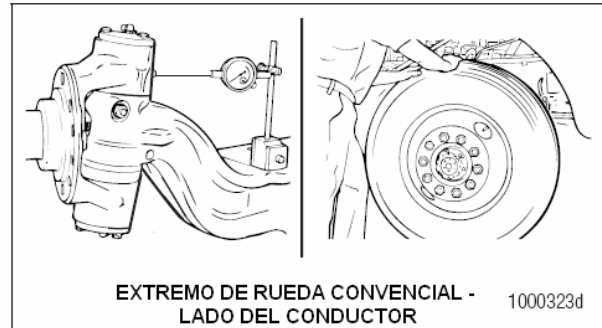
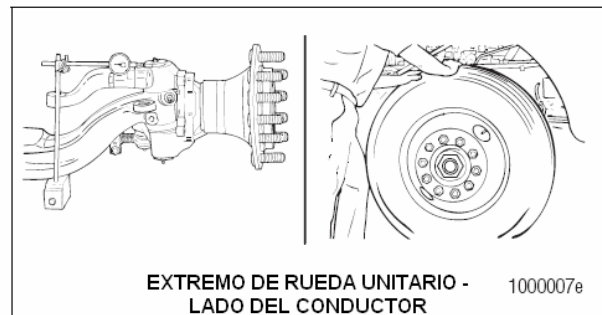
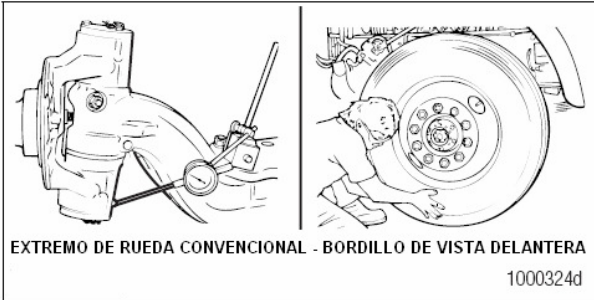
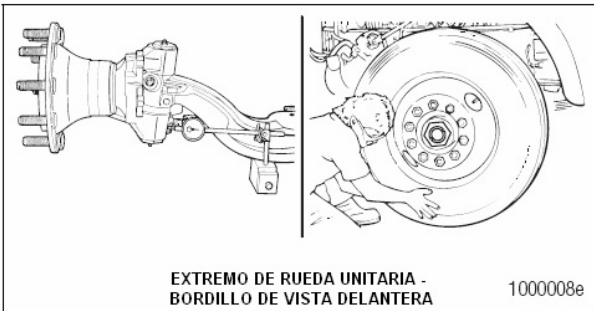

Figura 6.11
Figura 6.12
Figura 6.13
Figura 6.14
la viga-I y la punta contra el costado de la cima de la charnela. Figura 6.11 y Figura 6.12
- **Si el indicador se mueve un total de 0.010-pulgadas (0.254 mm):** Si el buje superior está desgastado ó dañado. Reemplace ambos bujes en la charnela. Refiérase al Manual de Mantenimiento 2, Ejes de dirección sin transmisión Delanteros, para mayor información. Figura 6.11 y Figura 6.12 Verifique el buje del perno maestro inferior. Instale un indicador de cuadrante de manera que la base esté sobre la viga-I y que la punta esté contra el costado del fondo de la charnela. Figura 6.13 y Figura 6.14
Si el indicador de cuadrante se mueve un total de 0.010-pulgadas (0.254 mm): Si el buje inferior está desgastado ó dañado. Reemplace ambos bujes en la charnela. Refiérase al Manual de Mantenimiento 2, Ejes de dirección sin transmisión Delanteros, para mayor información. Figura 6.13 y Figura 6.14